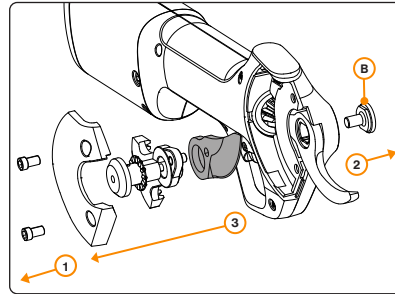

Figura 8. Sostituzione della lama di taglio. Seguire la sequenza dei numeri.
- 3. Allentare le viti di bloccaggio della lama.** Eseguire due giri sulle (2) viti a brugola da 4 mm (Figura 8 Fase 1)
- 4. Svitare la vite di montaggio della lama.** (Figura 8 Fase 2, immagine B)
- 5. Sostituire la vecchia lama con quella nuova.** (Figura 8 Fase 3)